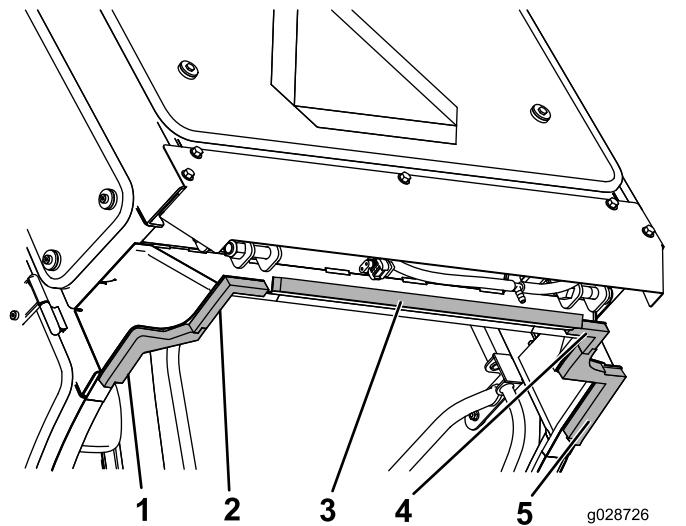

Bild 61
1. Bringen Sie den hinteren Schaumstoff auf der abgewinkelten Nase hinten an der Kabine an, wie in Bild 61 abgebildet.
2. Montieren Sie die linken und rechten hinteren Schaumstoffdichtungen an den Innenkanten der hinteren Ecke unten am Kabinenrahmen, wie in Bild 61 abgebildet.
- Fluchen Sie die innersten Kanten der linken, mittleren und rechten mittleren Schaumstoffdichtungen mit den linken, hinteren und rechten Schaumstoffdichtungen hinten aus und verkleben die Nasen (Bild 61).